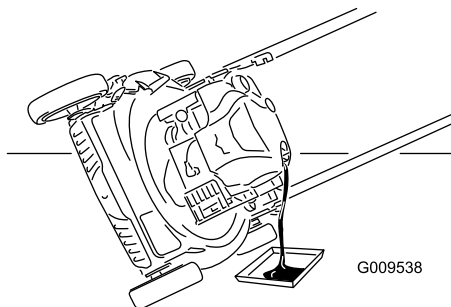

Figure 25
7. Basculez la machine sur le côté, tube de remplissage en bas, pour vidanger l'huile usagée dans le bac de vidange par le tube de remplissage (Figure 25).